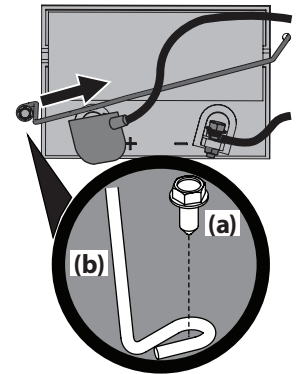

Figura 18
1. Extraiga el tornillo de arandela hexagonal (a) que sujeta el soporte de sujeción de la batería al bastidor (b). Luego levante el soporte de sujeción de la batería (b) para liberar la batería. Consulte la Figura 18.